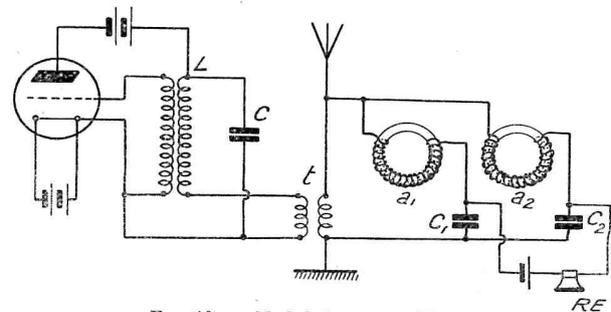

FIG. 10. — Modulateur magnétique
dont la fig. 10 donne le schéma. Pour 200 kw dans l'antenne, de longueur d'onde 1.500 m. il fallait 150 watts modulés à 800 périodes, et le poids total des deux tores n'était que de 125 gr. (5), (6).